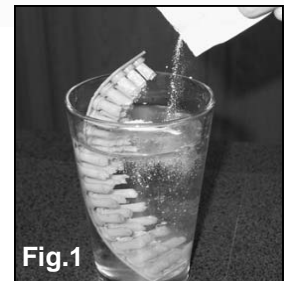

Fig.1
1. Sumerja el cepillo en la solución limpiadora como se muestra en la **Fig.1**.